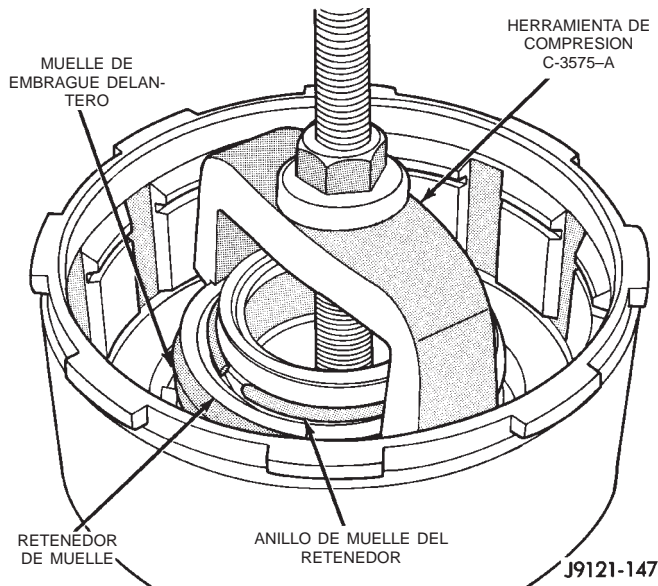

Fig. 132 Compresión del muelle del émbolo del embrague delantero
(2) Comprima el muelle del émbolo del embrague con la herramienta de compresión C-3575-A (Fig. 132). Asegúrese de que las patas de la herramienta estén asentadas en forma perpendicular en el retenedor de muelle antes de comprimir el muelle.
(7) Comprima el muelle del émbolo y el retenedor con la herramienta de compresión C-3575-A (Fig. 132). Instale un anillo de muelle nuevo para asegurar el retenedor de muelle y el muelle.